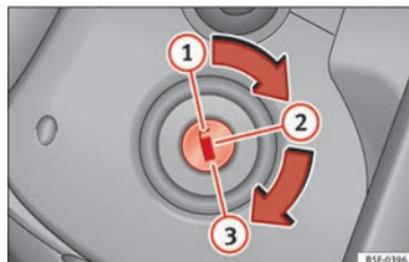

Fig. 186 Posizioni della chiave di accensione.
- Girare la chiave fino a raggiungere la posizione ① » fig. 186.
- Estrarre la chiave di accensione dalla posizione ① » fig. 186 » ⚠.